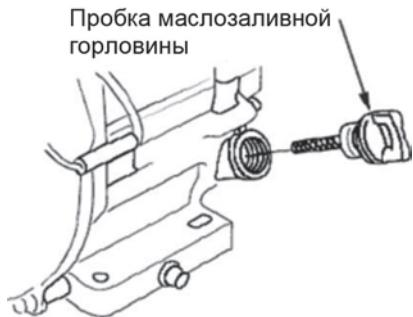

Рис. 13
2. Выкрутите пробку маслозаливной горловины (рис. 13, 14).